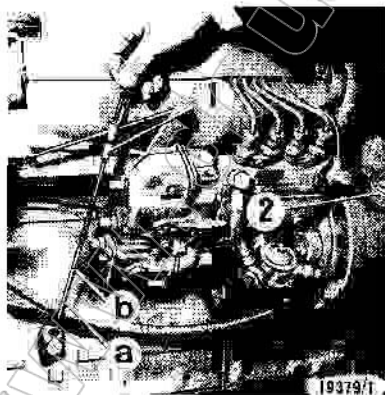

Bild 57
Zum Ölwechsel Ablassschraube ③ entfernen. Der Motor soll betriebswarm sein. Nach Ablauf des gesamten Öles, Schraube ③ wieder eindrehen (auf Dichtung achten). Frischöl durch die Einfüllöffnung ② – Bild 57 – einfüllen. Für Ölstandkontrolle und Ölwechsel muß das Fahrzeug auf einer waagerechten Fläche abgestellt werden.